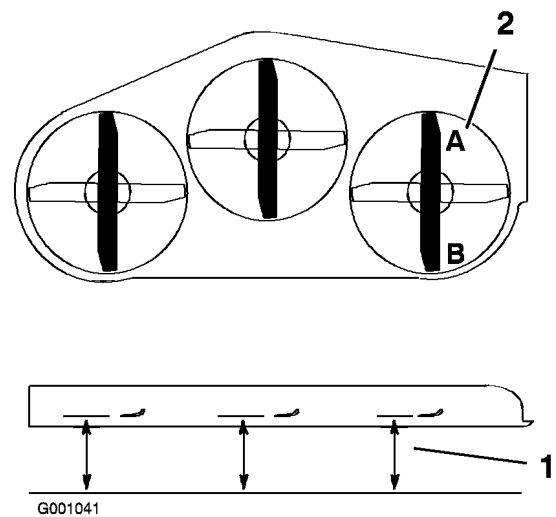

Figura 61
1. Coloque la cuchilla derecha en posición longitudinal (Figura 61).
2. Mida la cuchilla derecha en la posición **A** desde una superficie nivelada hasta el filo de corte del extremo de la cuchilla (Figura 61).
4. Mida la cuchilla derecha en la posición **B** desde una superficie nivelada hasta el filo de corte del extremo de la cuchilla (Figura 61).
- La cuchilla del cortacésped debe estar entre 6 y 10 mm más baja en la posición **A** que en la posición **B** (Figura 61). Si no es correcta la distancia, continúe con los pasos siguientes.